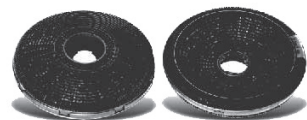

Рис. 3
1. Угольный акриловый запахоулавливающий фильтр (в комплект не входит) (см. рис.3). Применяется для фильтрации воздуха в помещении в режиме рециркуляции. Угольный фильтр можно приобрести у розничного продавца.